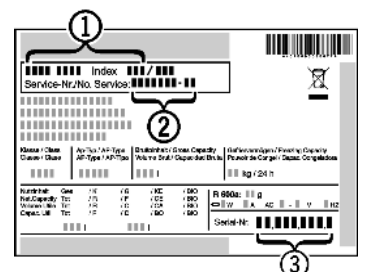

Fig. 10
► Den Kundendienst benachrichtigen und den Fehler, Gerätebezeichnung *Fig. 10 (1)*, Service-Nr. *Fig. 10 (2)* und Serial-Nr. *Fig. 10 (3)* mitteilen.